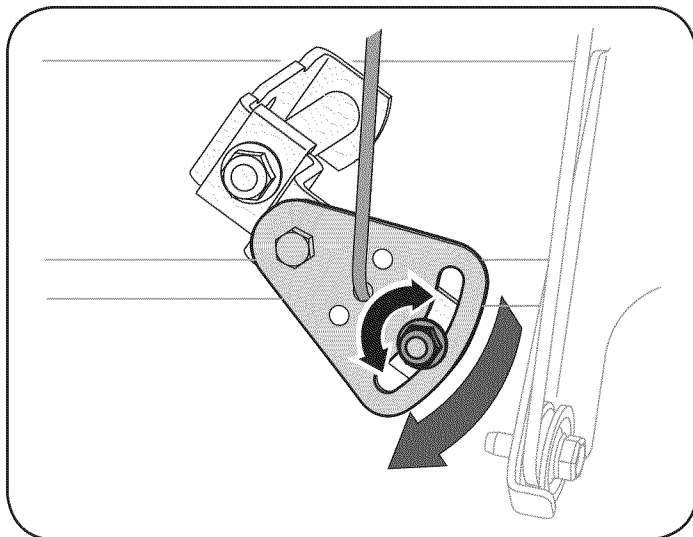

Figura 19
2. Afloje la tuerca hexagonal del soporte de posicionamiento del cable de cambios. Vea la Figura 19.